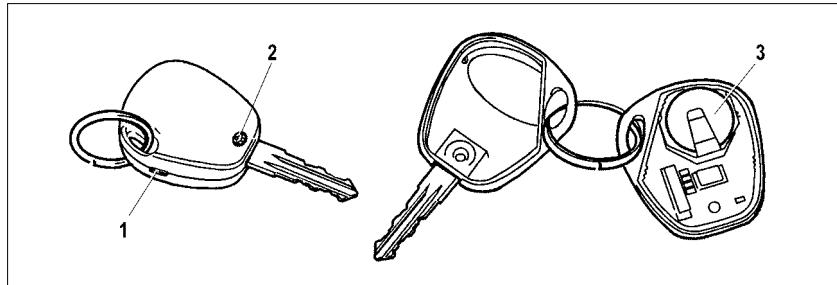

Рис. 54. Замена элемента питания пульта дистанционного управления
– выкрутите винт 2 (рис. 54) со